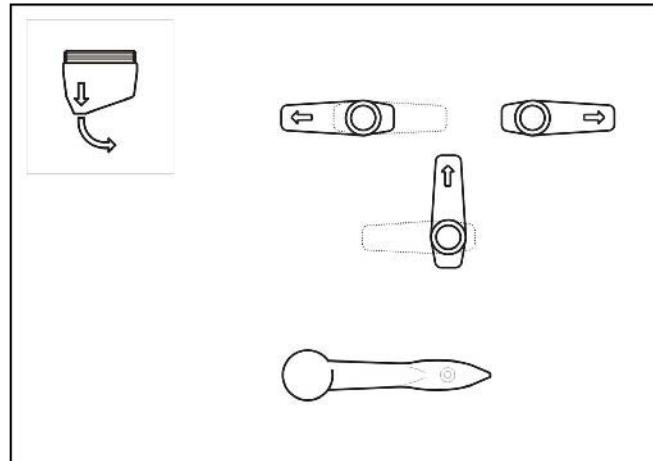

Рис. 7.13
- Трехходовой переключающий кран (7.13/1) установите в положение в соответствии с рис. 7.13.